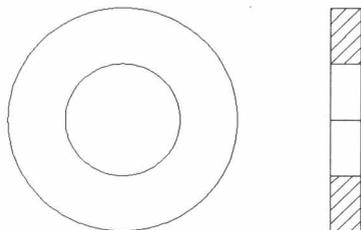

图1-14 填充图案
**步骤 14** 单击“确定”按钮，返回到“图案填充和渐变色”对话框，单击“边界”选项组中的“添加：拾取点”按钮，在绘图区中选择最上方的矩形和最下方的矩形，按回车键确认，返回到“图案填充和渐变色”对话框，单击“确认”按钮，进行填充，效果如图1-14所示。